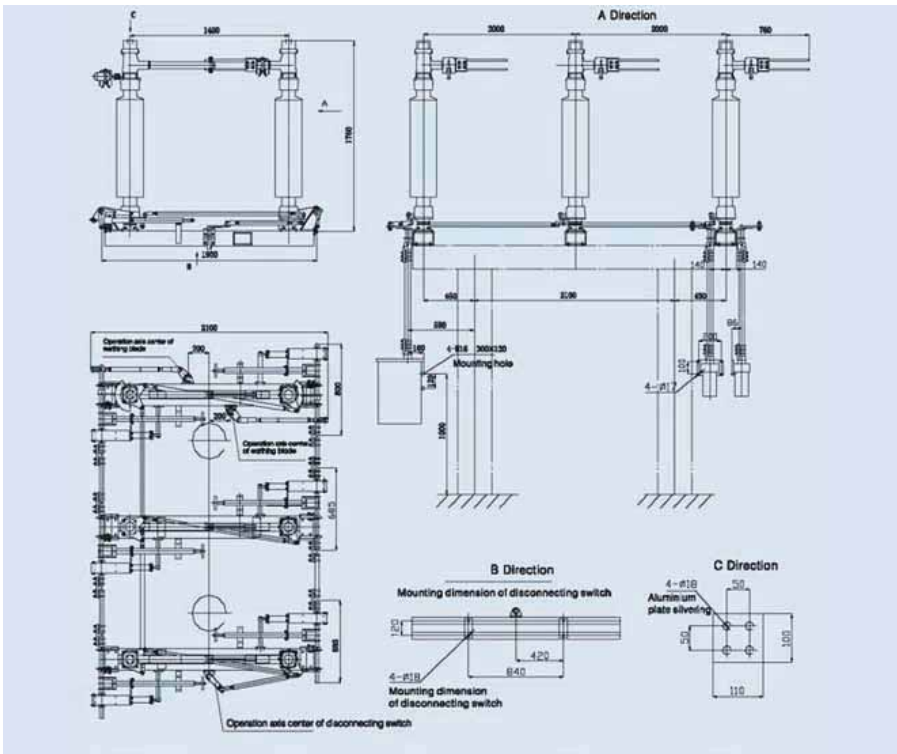

Рис. 6.3 Разъединитель типа GW4-126IIDW
6.2 Разъединитель типа GW4-126IIDW (см. рис. 6.3).